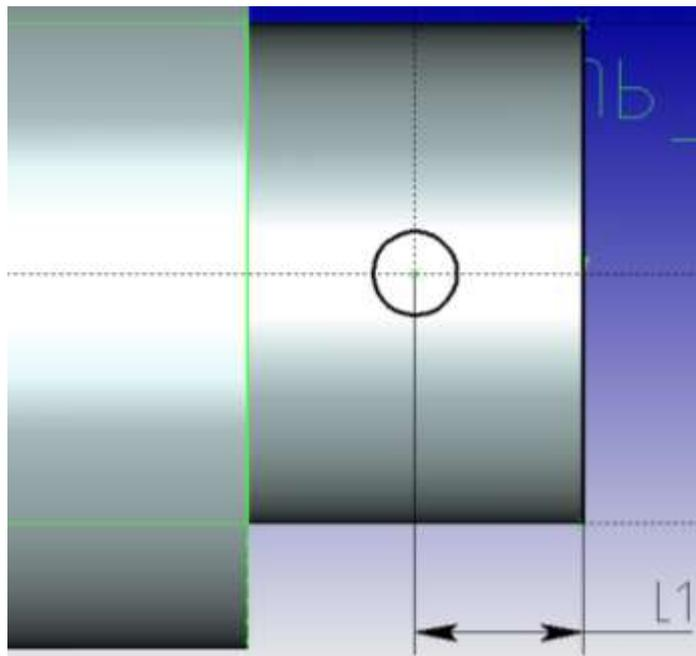

Рис. 5. Построение эскиза радиального отверстия.
14. Для возможности использования ранее созданных линий построения, необходимо спроецировать деталь на рабочую плоскость . Отложите от торца линию построения на расстоянии  $L_1$  (рис. 5) и постройте окружность радиуса  $D_5/2$  согласно вашему варианту.